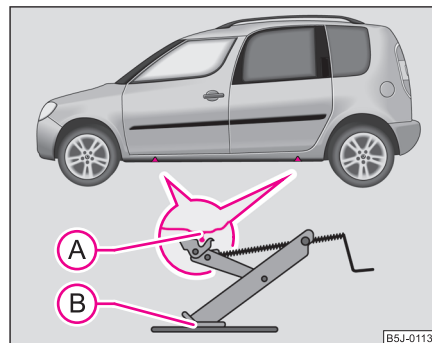

Fig. 172 Cambio de rueda: lugares de apoyo del gato
- Para apoyar el gato, elija el punto de alojamiento del larguero inferior que se encuentre más cerca de la rueda defectuosa ⇒ fig. 172.
- Colocar el gato de tal modo, que su garra abarque el alma vertical del larguero inferior (A) y la superficie de apoyo inferior del gato (B) se encuentre en toda su superficie sobre el suelo firme.